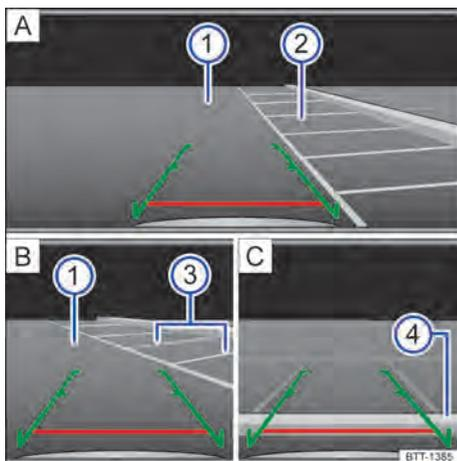

Fig. 107 Exibição do display do sistema de rádio: estacionar com a câmera de marcha a ré.
Legenda para → Fig. 107:
- Posicionar o veículo na frente da vaga de estacionamento → Fig. 107 ② Ⓐ.
- Conduzir para trás lentamente e manobrar de modo que as guias verdes laterais conduzam entre as linhas de delimitação da vaga de estacionamento delimitada ② Ⓐ.
- Alinhar o veículo na vaga de estacionamento selecionada de modo que as guias verdes laterais fiquem em cima das linhas de limitação lateral ③ Ⓑ.
- Parar o veículo, quando a linha vermelha atingir a limitação traseira ④ Ⓒ. <